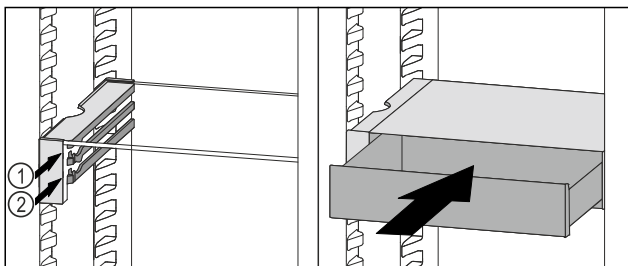

Fig. 207
- Posizionare il cassetto VarioSafe dietro i tappi sulla nervatura desiderata Fig. 207 (1) o Fig. 207 (2).